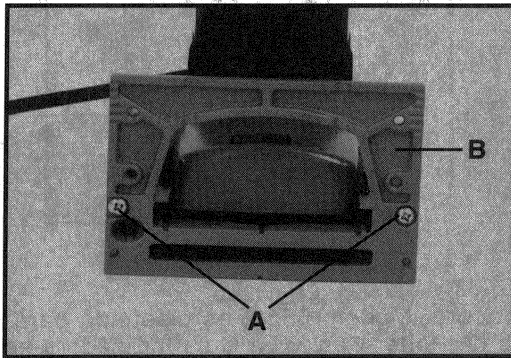

Fig. 1
1. Con un destornillador (desarmador) Phillips saque los dos tornillos (A) Fig. 1, del protector (guarda) de hoja de la ensambladora.